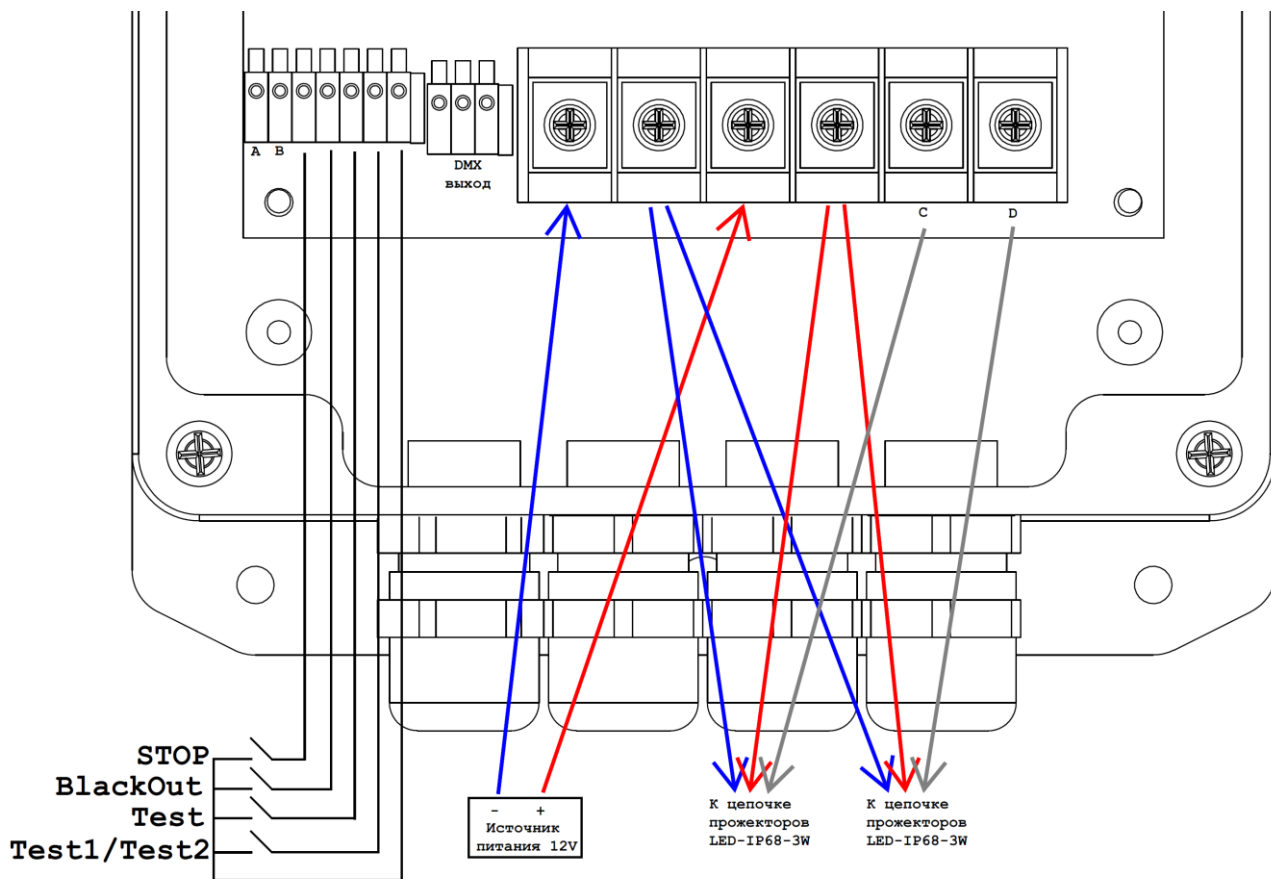

Рисунок 3. Схема подключения Контроллера
4. Установите карту памяти, с заранее подготовленным расписанием и программами в соответствующий слот контроллера (Рисунок 3 в Приложении 1);